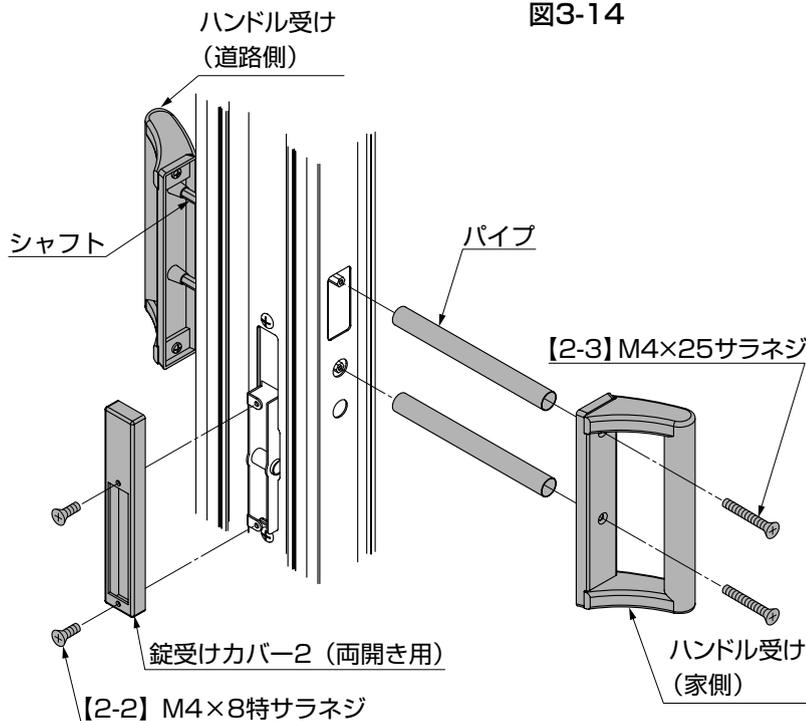

図3-15
③錠受け金具2 (両開き用) に錠受けカバー2 (両開き用) を【2-2】で固定し、ハンドル受け (道路側) を框に挿入してください。
④シャフトにパイプを差込んだ後、ハンドル受け (家側) を【2-3】で固定してください。(図3-15参照)